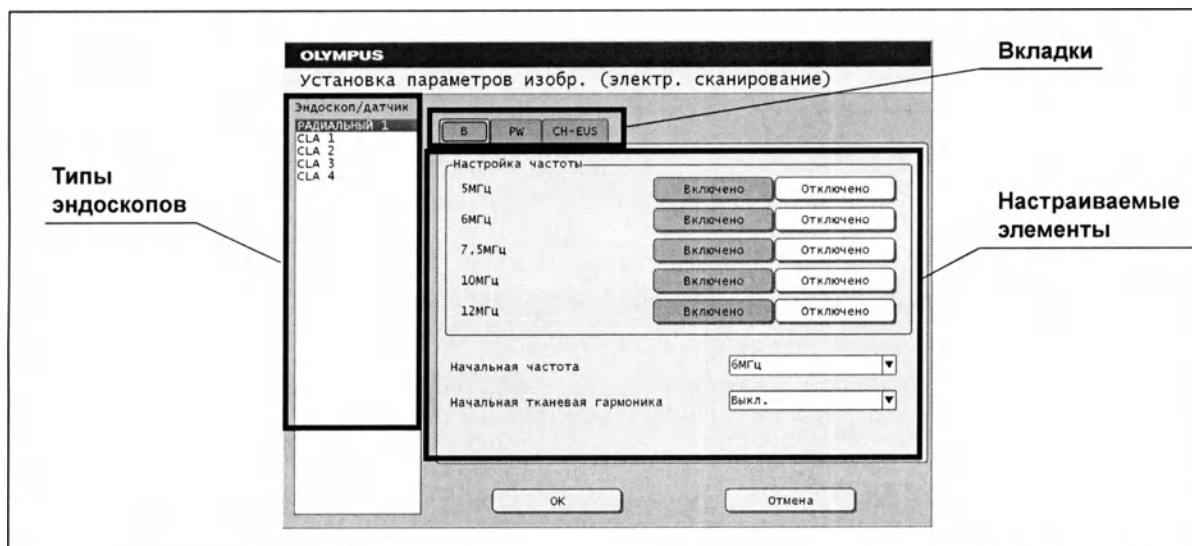

Рисунок 4.15
Данное меню предназначено для настройки качества изображения каждого типа эндоскопа (RADIAL и CLA 1-4) при использовании ультразвукового эндоскопа с электронным сканированием. (см. рис. 4.15)
- 3 Нажмите кнопку [Image parameter setup (electronic scanning)] (Установка параметров изображения (электронное сканирование)). Отобразится меню Image parameter setup (Установка параметров изображения). (см. рис. 4.15)